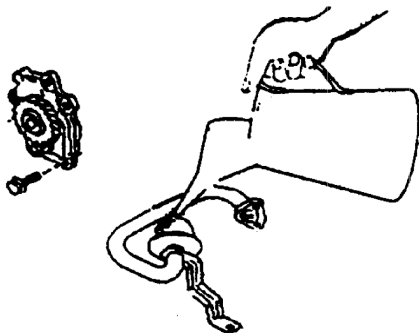

图 3-100 加注机油
(2) 机油泵 注入机油后组装,组装时,每紧完一个螺栓都要转动齿轮,不得有阻滞现象,如图 3-100 所示。